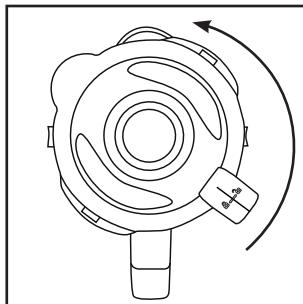
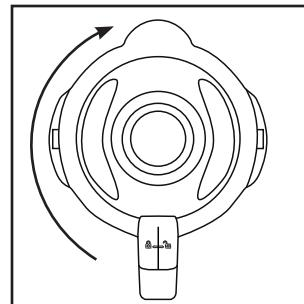

Fig. 1
Fig. 2
- 1) Tournez le bol mixeur **③** dans le sens anti-horaire jusqu'à ce que la flèche ▼ située sous la poignée du bol mixeur se trouve sur la position ↗. Détachez le bol mixeur **③** tout droit vers le haut du bloc moteur **⑥**.
- 2) Retirez le couvercle **②** en le tournant dans le sens anti-horaire en direction de la position ↗ (voir fig. 1), jusqu'à pouvoir le retirer par le haut.
- 3) Remplissez le bol mixeur **③**.
- 4) Appuyez à nouveau fermement le couvercle **②** sur le bol mixeur **③** de manière décalée. Refermez le couvercle **②** en le tournant dans le sens horaire jusqu'à ce qu'il encrante audiblement en position ↗ (voir fig. 2). Veillez à ce que le bec verseur du bol mixeur **③** soit fermé. Le moteur ne peut démarrer que si le couvercle **②** est posé de manière alignée.